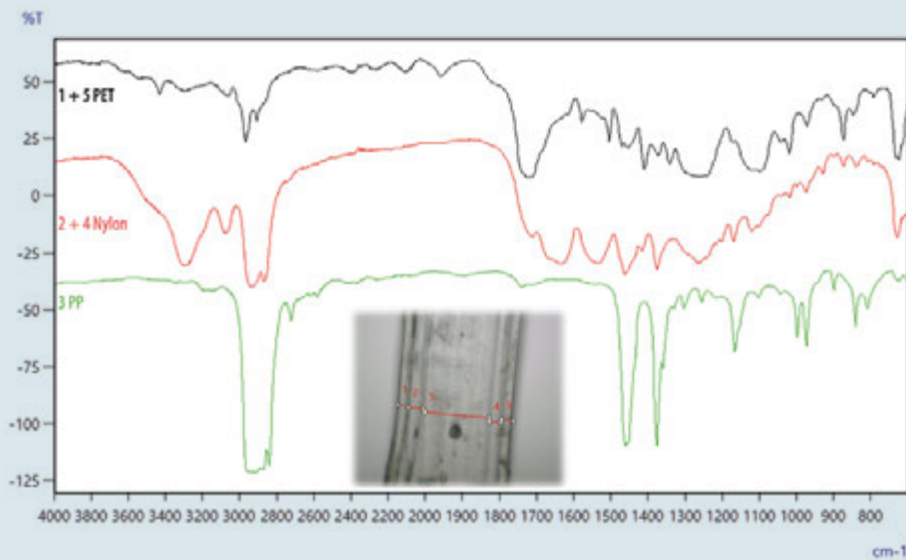

Abbildung 6: FTIR-Spektren der unterschiedlichen Verpackungsschichten
Optisch konnten fünf verschiedene Schichten innerhalb des Querschnitts identifiziert werden. Für deren chemische Identifikation wurde die IR-Spektroskopie eingesetzt. Durch Fourier-Transform-Infrarotspektroskopie (FTIR) konnten fünf separate Schichten erkannt werden, die aus insgesamt drei verschiedenen Materialien bestehen. Die äußeren Folienschichten bestehen aus Polyethylenterephthalat (PET), gefolgt von einer mittleren Schicht aus Polypropylen (PP) und weiteren Nylon-Schichten (Abbildung 6).